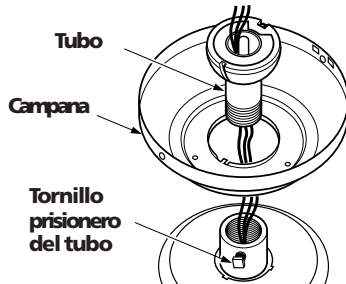

Figura 4 - Forma de insertar el tubo a través de la campana
1. Inserte el tubo a través de la campana como se muestra en la Figura 4. Pase los alambres del ventilador a través del tubo.
2. Enrosque el tubo dentro del conjunto del ventilador hasta que esté apretado. ¡IMPORTANTE! Apriete el tornillo prisionero como se muestra en la Figura 4.